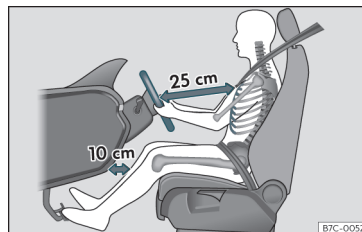

Fig. 6 La separación correcta entre el conductor y el volante debe ser de 25 cm como mínimo (10 pulgadas).
- Ajuste el volante de modo que quede a una distancia de, por lo menos, 25 cm (10 pulgadas) del esternón »» fig. 6 y lo pueda sujetar con ambas manos por los lados, por la parte exterior, con los brazos ligeramente flexionados.
• Ajuste longitudinalmente el asiento de forma que pueda pisar a fondo los pedales con las rodillas ligeramente flexionadas y que quede una distancia entre la zona de las rodillas y el tablero de instrumentos de al menos 10 cm (4 pulgadas) »» fig. 6.